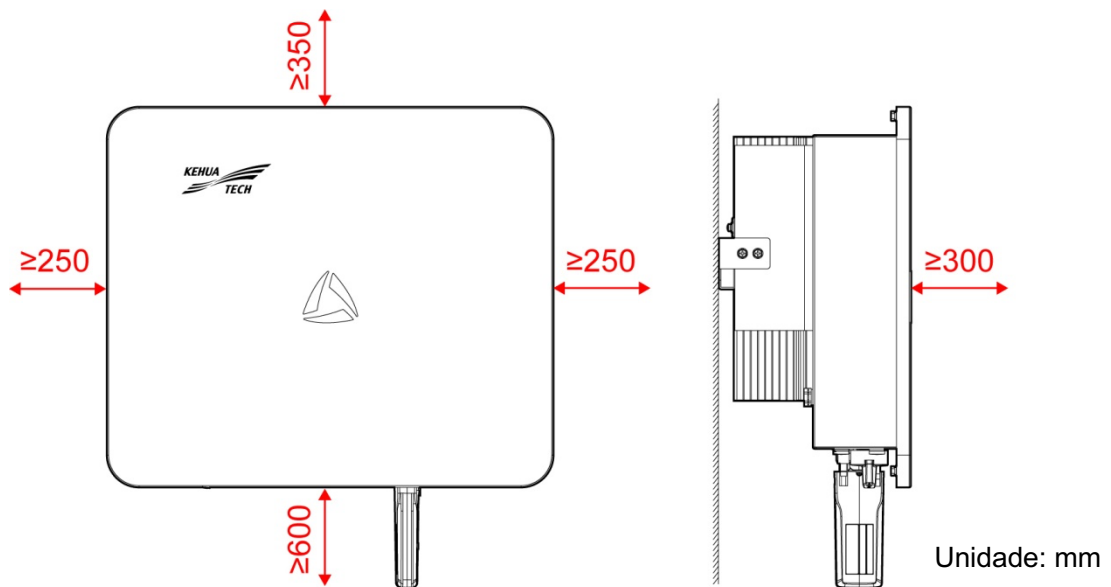

Figura3-3 Afastamentos para instalação
Mantenha uma folga de pelo menos 300 mm da frente do inversor em relação a outros objetos, pelo menos 250 mm do lado esquerdo e direito do inversor em relação a outros objetos, pelo menos 350 mm da parte superior do inversor em relação ao teto e pelo menos 600 mm da parte inferior do inversor em relação ao solo, o que é bom para dissipação de calor ou manutenção, como exibido na Figura3-3.
- Etapa 1 Determine o local de instalação de acordo com o tamanho do inversor (como exibido na Figura3-6) e a folga de instalação (como exibido na Figura3-3).